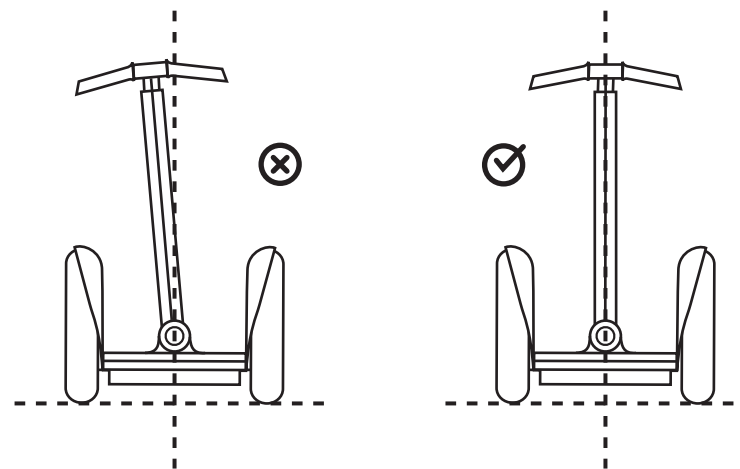

Figure 3. Centrez le cadre LeanSteer
7. Avant de serrer la vis, vérifiez visuellement que le guidon est droit et centré. S'il ne l'est pas, ajustez le cadre LeanSteer et centrez-le. Référez-vous à la figure 3.